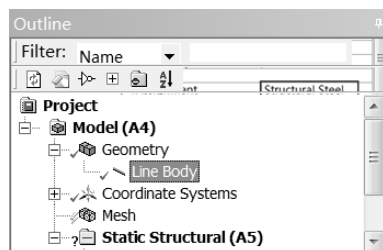

图 5-70 添加材料后的分析树
Step3 :选择参数列表中的 Material 下的 Assignment 选项, 此时, 会出现刚刚设置的材料 Stainless Steel , 选择即可将其添加到模型中去。此时分析树 Geometry 前的?变为✓, 如图 5-70 所示, 表示材料已经添加成功。